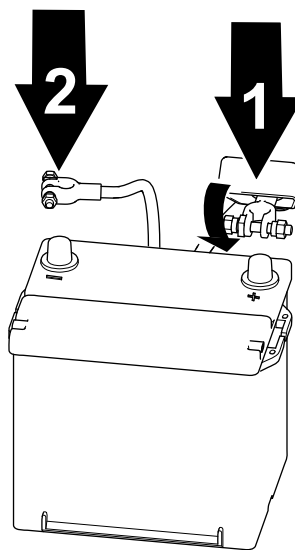

Figura 63
1. Conectați cablul pozitiv la baterie și strângeți piulița clemei bateriei (Figura 63).
2. Conectați cablul negativ la baterie și strângeți piulița clemei bateriei (Figura 63).